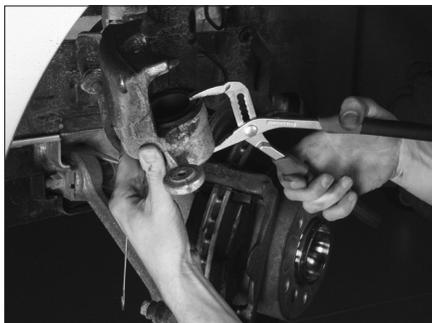

Fig. 3
- Repousser complètement le piston dans l'étrier (à l'aide d'une pince multiprise par exemple) (Fig.3).